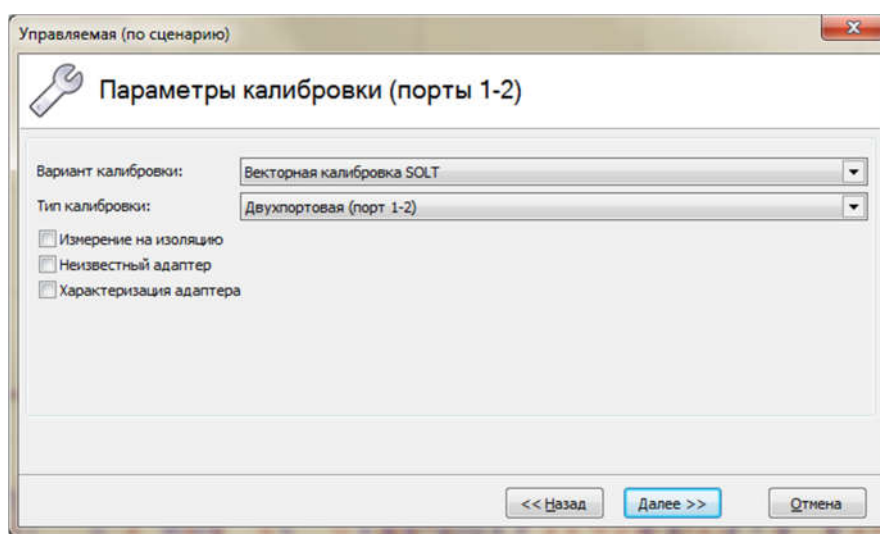

Рисунок 2.143 – окно с настройками параметров для калибровки «Управляемая (по сценарию)»
2.3.3.8.5 После задания конфигурации калибровки и нажатия кнопки «Далее» отобразится окно с настройками параметров калибровки (рисунок 2.143). Описание вариантов и типов калибровок, а также их параметров, представлены в подпункте 2.3.3.9 настоящего РЭ.